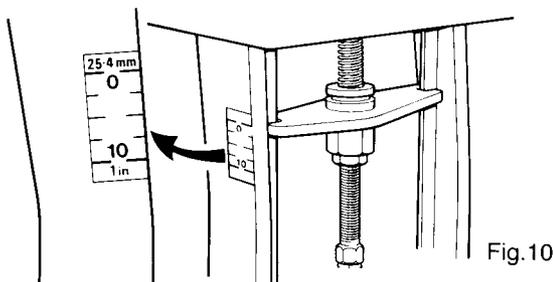

Fig.10
- Pendant ce temps, vérifier que le servomoteur effectue bien toute sa course et profiter de cette manipulation pour sélectionner l'étiquette adhésive d'indication de position que doit être collée sur la console, à l'endroit le plus visible possible. Bien faire coïncider les fins de course avec les repères 0 et 10 de l'échelle (fig.10).